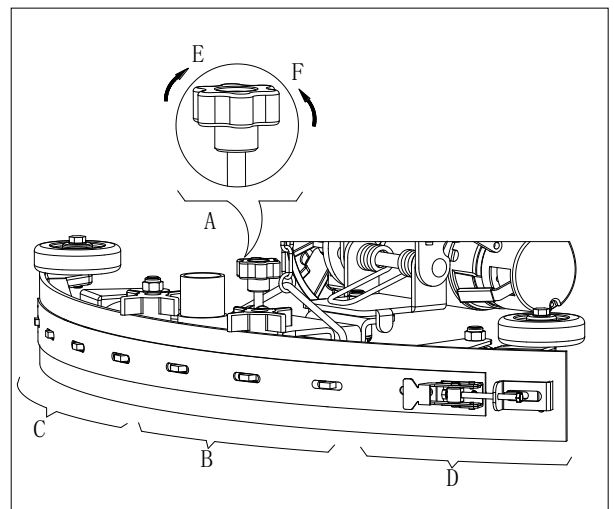

Figura 7
1. Instale o squeegee (13) e aperte o botão squeegee (20); ligue a mangueira de vácuo (19) ao squeegee.
2. Ajuste o squeegee através do punho de ajuste correspondente (A, Figura 7).
- a) Se existir um espaço entre o chão e a secção do meio da lâmina do squeegee traseiro (B), ajuste o botão (A) para a esquerda (F) até todas as secções da lâmina do squeegee traseiro estarem em contacto com o chão e a lâmina frontal tocar ligeiramente no chão.
- b) Se existir um espaço entre o chão e as secções do fim da lâmina traseira (C e D), ajuste o botão (A) para a direita (E) até todas as secções da lâmina traseira estarem em contacto com o chão e a lâmina frontal tocar ligeiramente no chão.